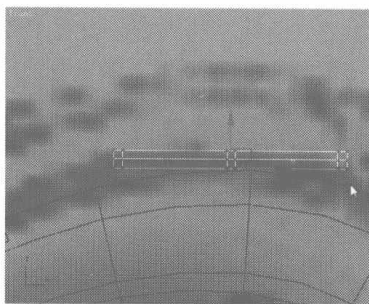
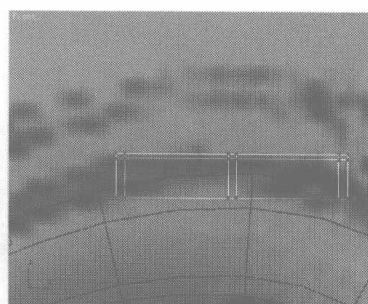
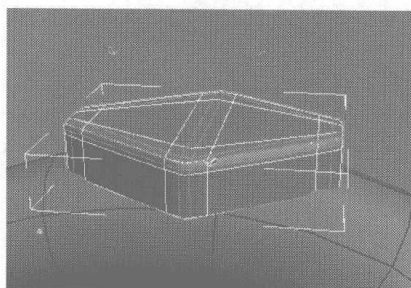

图 2.274
图 2.275
图 2.276
- 33** 选择如图 2.274 所示的点,调整到如图 2.275 所示的位置。按 Delete 键删除底面,打开细分,如图 2.276 所示。